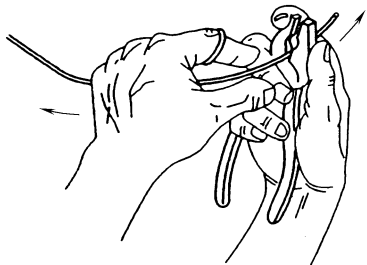

图 6-4 用钢丝钳剖削塑料硬线绝缘层
(1) 用左手捏住导线，在需剖削线头处，用钢丝钳刀口轻轻切破绝缘层，但不可切伤线芯。
(2) 用左手拉紧导线，右手握住钢丝钳头部用力向外勒去塑料层，如图 6-4 所示。在勒去塑料层时，不可在钢丝钳刀口处加剪切力，否则会切伤线芯。